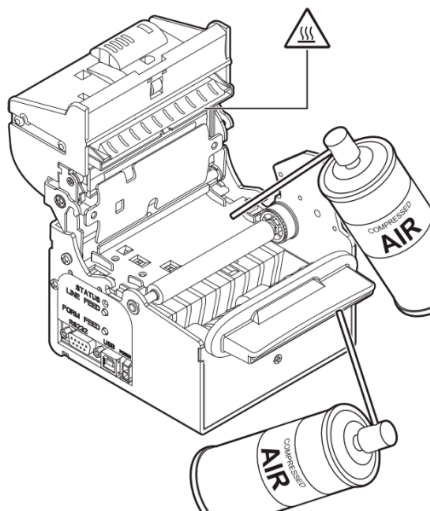

Рисунок 25. Очистка отверстий для бумаги, роликов захвата бумаги и области вокруг датчиков
2. Удаление обрывков бумаги и скопившейся бумажной пыли с отверстий для бумаги, роликов захвата бумаги и области вокруг датчиков сжатым воздухом и/или пинцетом (см. рис. 25). Для очистки не используйте спирт, растворители или жесткие щетки. Не допускайте попадания воды или других жидкостей внутрь принтера.